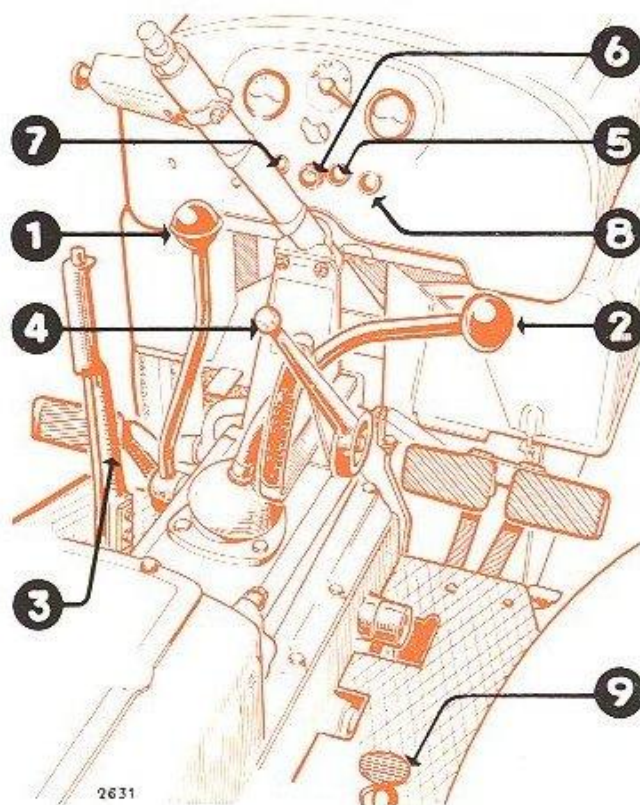

FIG. 11. —
- de prise constante (**rep. 1, fig. 11**)
- de changement de vitesses (**rep. 2, fig. 11**)
Vérifier que le frein à main (**rep. 3, fig. 11**) est bien serré.
- 3° Amener le levier d'accélération à main (**rep. 4, fig. 11**) aux trois quarts de sa course vers le bas.
- 5° Tirer le contacteur général (**rep. 5, fig. 11**) et contrôler si le voyant (**rep. 6, fig. 11**) est allumé: le contact est alors réalisé.
- 6° Pousser le contacteur de démarrage (**rep. 7, fig. 11**). Dès la mise en route du moteur, lâcher rapidement ce contacteur qui doit revenir à sa position initiale.
- Maintenir tiré pendant **45 secondes**, le commutateur (**rep. 8, fig. 11**) d'alimentation aux résistances.
- Pousser sur le commutateur (**rep. 7, fig. 11**) établissant le circuit « **Batteries-démarréur** » en maintenant tiré le commutateur (**rep. 8, fig. 11**).
En fonction de la vitesse d'avancement choisie, il y a lieu de jouer différemment sur le levier de prise constante (**rep. 1, fig. 11**) et sur le levier de changement de vitesses (**rep. 2, fig. 11**). Il faut remarquer sur les figures **12** et **13**, que lorsque le levier de prise constante est poussé vers l'avant, la combinaison des vitesses est ainsi répartie :
- 3^o Amener l'accélérateur à main (**rep. 4, fig. 11**), à mi-course.
- 2° Couper le contact général de l'installation électrique en poussant à fond sur le bouton (**rep. 5, fig. 11**) disposé sur le tableau de bord.
Pour faire intervenir le dispositif de blocage du différentiel, il suffit d'appuyer sur la pédale placée à droite du conducteur (**voir rep. 9, fig. 11**). Cette pédale déplace, dans le pont arrière, un crabot muni de doigts qui établit alors la jonction entre les deux demi-arbres du différentiel.